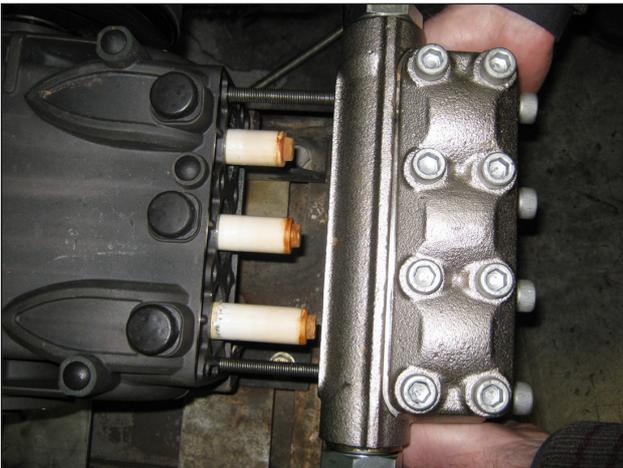

图 29
- B) 用代码为12001600的OCILIS型硅胶油脂润滑组件②③⑤；这项操作对于方便密封唇在活塞上的调整是必要的。
1. 将两个螺丝 - 伺服插头(代码27726000)固定在泵壳上，如图 29 所示，定位泵头总成，确保在中央活塞上对中。